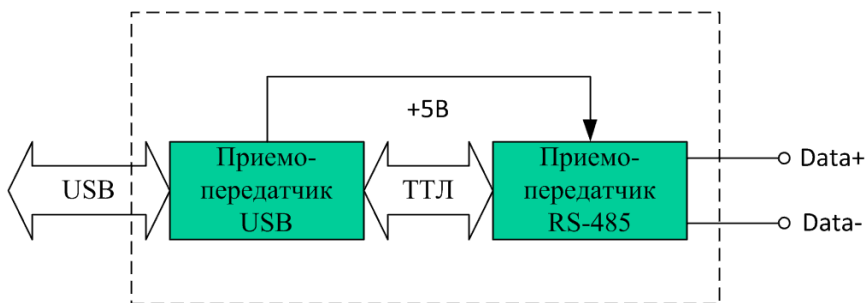

Рис. 3.1. Структурная схема модуля NL-485-USB
- содержит встроенный резистор для согласования драйвера с кабелем с волновым сопротивлением 120 Ом и для устранения состояния неопределенности линии передачи (см. рис. 3.1), резистор подключается с помощью джампера;
Основной частью модуля NL-485-USB (рис. 3.1) является приемопередатчик USB, который выполняет соединение с портом USB и преобразование данных между интерфейсами USB и RS-485. Он автоматически определяет направление и скорость передачи данных, а также обеспечивает передачу питания от порта USB к приемопередатчику RS-485. Это значит, что внешнее питание для NL-485-USB не требуется.